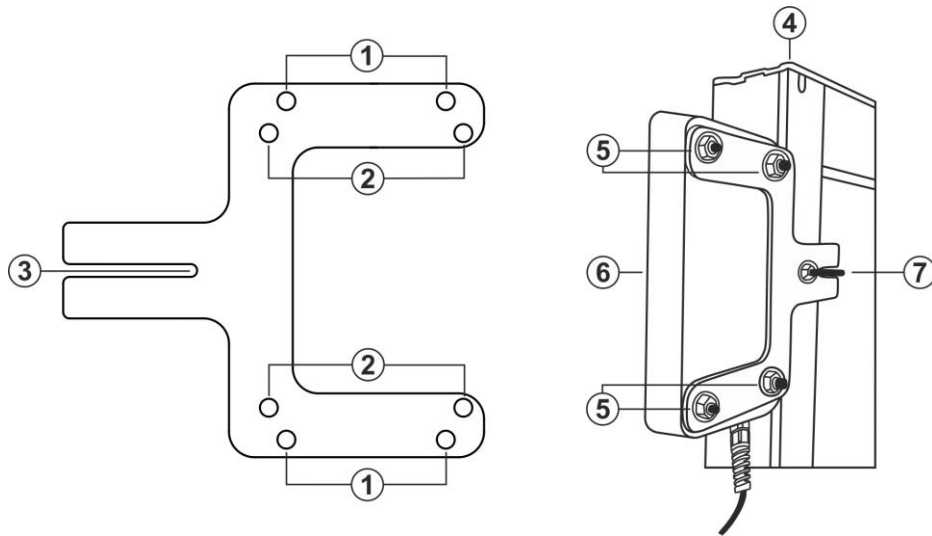

Fig. 2 Instalación del accesorio al bastidor de los módulos FV
1. Fije el soporte en dotación (vea la Fig.2 – parte izquierda) en posición central con respecto al eje de los módulos FV (vea la Fig.2 – parte derecha). El soporte dispone de un sistema de fijación con tornillos compatible con los agujeros presentes en la parte posterior del bastidor de los módulos FV (vea la Fig.2 – parte 3)